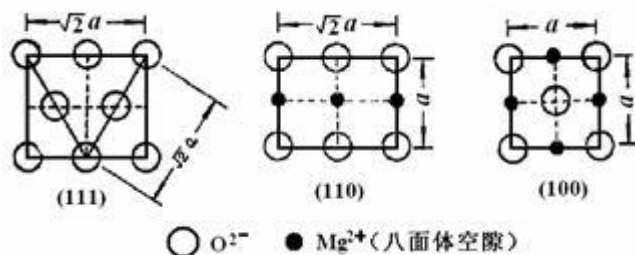

图 2-1 MgO 在 (111)、(110) 和 (100) 晶面上的原子排布
【解】 (1) MgO 在 (111)、(110) 和 (100) 晶面上的原子排布图如图 2-1 所示。
八面体空隙位在图 2-1 中 (110) 和 (100) 晶面上可见，即 Mg^{2+} 所占位置。
(2) 单位晶胞中离子个数 $n_{\text{O}^{2-}} = 8 \times \frac{1}{8} + 6 \times \frac{1}{2} = 4$ ， $n_{\text{Mg}^{2+}} = 1 + 12 \times \frac{1}{4} = 4$